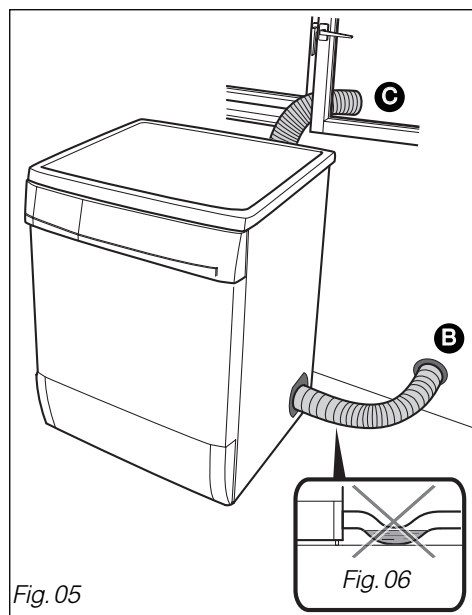

Fig. 05
• **Soit par un raccordement fixe dans le mur :** (Fig. 05) **B**
(Fig. 05) **C**
- elle doit comporter le moins de coudes possible (2 au maximum) et éviter les points bas (voir Fig. 05 et Fig. 06 page précédente).